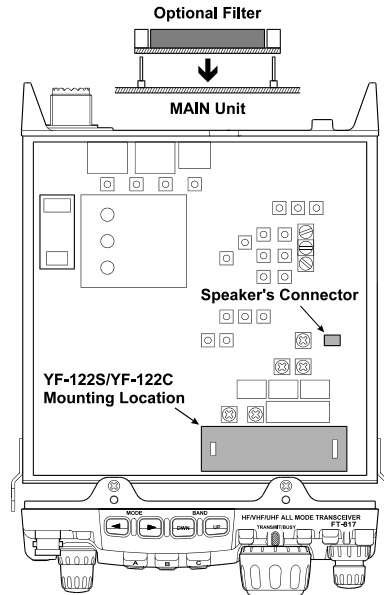

Figura 2
3. Refiérase a la Figura 2 para ver los puntos de montaje correspondientes a los filtros optativos. Coloque el filtro de modo que sus conectores queden alineados con los pasadores de fijación en el tablero y haga presión sobre él hasta que quede debidamente instalado en su lugar.